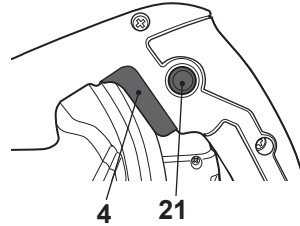

Fig. 9
- > Presione el botón de desbloqueo (21) y manténgalo en esa posición.
- > Presione el interruptor de encendido/apagado (4) para encender el producto (Fig. 9).
- > Suelte el interruptor de encendido/apagado (4) para apagar el producto.